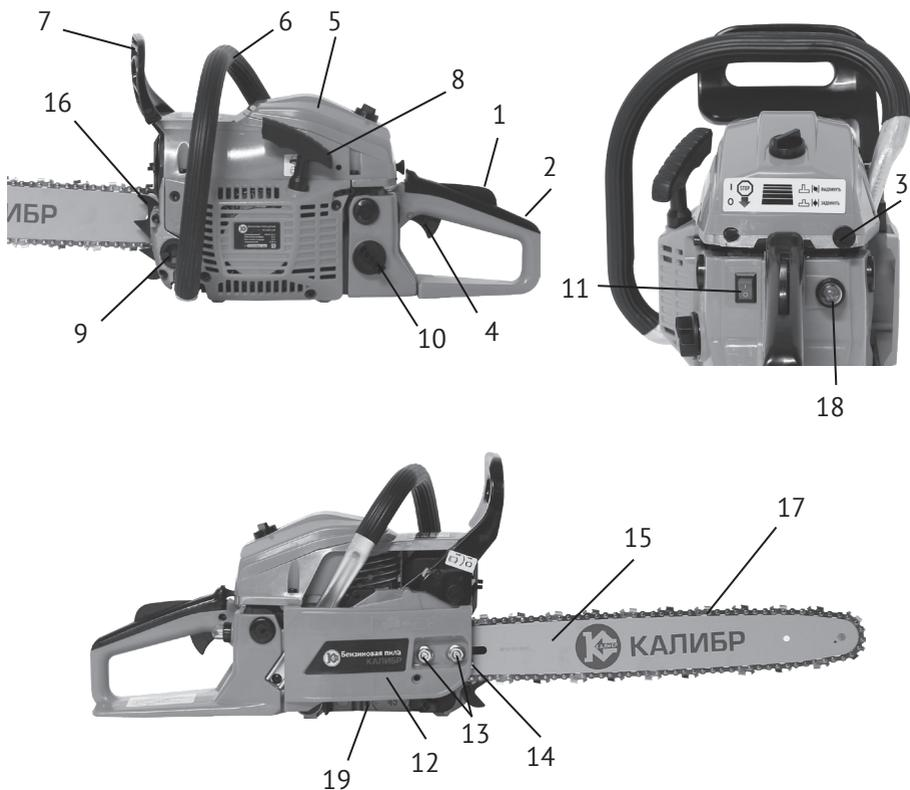

рис.1
Бензопила – инструмент, использующий в качестве привода одноцилиндровый двухтактный бензиновый двигатель внутреннего сгорания. Рабочим органом пилы является пильный аппарат, состоящий из бесконечной (замкнутой) пильной цепи (рис.1 поз.17), движущейся по шине (рис.1 поз.15).
Двигатель работает на топливе из смеси неэтилированного бензина с октановым числом не менее 92 и специального масла для 2-тактных двигателей. Он оснащён мембранным карбюратором и электронной системой зажигания. Для запуска двигателя служит ручной стартёр (рис.1 поз.8) и ручной насос (праймер, рис.1 поз.18) для предварительной подкачки топлива в карбюратор.
Ведущая звёздочка приводится в движение автоматической муфтой сцепления. На холостых оборотах зацепление не происходит, и пильная цепь не движется. Увеличиваем обороты двигателя до рабочих нажатием на рычаг управления дросселем (рис.1 поз.4). При этом колодки муфты сцепления расходятся и входят в зацепление с барабаном. Вращение начинает передаваться на приводную звёздочку пильной цепи. После отключения рычага управления дросселем, обороты двигателя снижаются до холостого хода (около 2900 об/мин), цепь автоматически останавливается. Остановка цепи также осуществляется механическим тормозом двойного действия: вручную, нажав левой рукой на щиток тормоза (рис.1 поз.7) от себя, или при срабатывании автоматического инерционного привода (при отскоке, защемлении цепи).
Две рукоятки пилы – передняя (рис.1 поз.6) и задняя (рис.1 поз.2) оснащены устройством виброгашения.
2.4 Общий вид бензопилы представлен на рис.1
### 2.5.1 Установка зубчатого упора (рис.1 поз.16)
Перед монтажом зубчатого упора убедитесь, что переключатель зажигания (рис.1 поз.11) находится в положении «0» - выключено.
- открутите с помощью комбинированного ключа гайки (рис.1 поз.13) крепления шины и снимите тормоз цепи в сборе;
- установите зубчатый упор (рис.1 поз.16) (зубьями вверх) и зафиксируйте двумя винтами (см.рис.).
- Ослабьте с помощью комбинированного ключа и снимите с пилы гайки (рис.1 поз.13)
- При снятом тормозе цепи, установите шину (рис.1 поз.15) на крепёжные шпильки в крайнее заднее положение.
- Пильную цепь (рис.1 поз.17) наденьте на ведущую звёздочку, расположенную за барабаном сцепления. Уложите верхнюю часть цепи в паз шины, пропустите цепь между зубцами ведомой звёздочки на переднем конце шины. Потяните шину вперёд так, чтобы нижняя часть цепи «села» в паз шины. Проверьте, чтобы направление зуба цепи совпадало с направлением, указанным на корпусе. Убедитесь, что тормоз цепи находится в выключенном положении.
- Удерживая шину с цепью, установите тормоз цепи на крепёжные шпильки, так чтобы сухарь винта натяжителя цепи (рис.1 поз.14) попал в регулировочное отверстие хвостовика шины.
- Затяните гайками (рис.1 поз.13) шину и тормоз цепи вручную.
**Внимание!** Перед регулировкой натяжения цепи убедитесь, что гайки крепления шины (рис.1 поз.13) немного ослаблены.
Регулировка натяжения цепи производится винтом (рис.1 поз.14) при ослабленных гайках крепления шины:
- открутите пробку масляного бака (рис.1 поз.9);
Расход масла для смазки цепи регулируется винтом (рис.1 поз.19). При повороте винта по часовой стрелке расход масла уменьшается, при повороте против часовой стрелки – увеличивается (символы MAX и MIN на корпусе).
- установите переключатель зажигания (рис.1 поз.11) в положение «I» - включено;
- несколько раз медленно нажмите на колпачок праймера (рис.1 поз.18) для подкачки топлива, пока смесь не заполнит резиновый колпачок кнопки;
- вытяните до упора кнопку воздушной заслонки (рис.1 поз.3) из корпуса бензопилы;
- нажмите последовательно рычаг безопасности (рис.1 поз.1) и рычаг управления дросселем (рис.1 поз.4);
- правой рукой за рукоятку стартера (рис.1 поз.8) сделайте несколько коротких рывков шнура стартера до первых признаков запуска двигателя (схватывание);
- при необходимости, несколько раз медленно нажмите на колпачок праймера (рис.1 поз.18) для подкачки топлива, пока смесь не заполнит резиновый колпачок кнопки;
- вытяните до упора кнопку воздушной заслонки (рис.1 поз.3) из корпуса бензопилы, затем задвиньте полностью обратно (заслонка заняла пусковое положение);
- вывернуть свечу зажигания, которая находится под крышкой (рис.1 поз.5) воздушного фильтра;